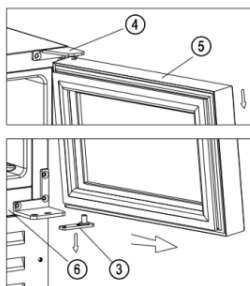

Abbildung 2
- Ziehen Sie die Tür ③ langsam nach außen [folgen Sie der Pfeilrichtung in Abbildung 2], um sie
- aus dem unteren Scharnier ② zu lösen und ziehen Sie die Tür ③ langsam nach unten, bis sie sich vom oberen rechten Scharnier ④ löst. Nehmen Sie die untere Scharnierplatte ③ aus dem Loch der Türachse heraus [Abbildung 2].#
2. Lösen Sie die beiden Schrauben ④, mit denen die untere Scharnierplatte ⑤ in der rechten unteren Ecke der Tür ③ befestigt ist. Nehmen Sie die Türwellenhülse ⑨ und die beiden Zierschrauben ⑩ an der rechten oberen Ecke heraus und bringen Sie sie an der entsprechenden Stelle an der rechten unteren Ecke an. Montieren Sie dann mit zwei Schrauben ④ die untere Scharnierplatte ⑤ an der entsprechenden Stelle in der rechten oberen Ecke [Abbildung 2].